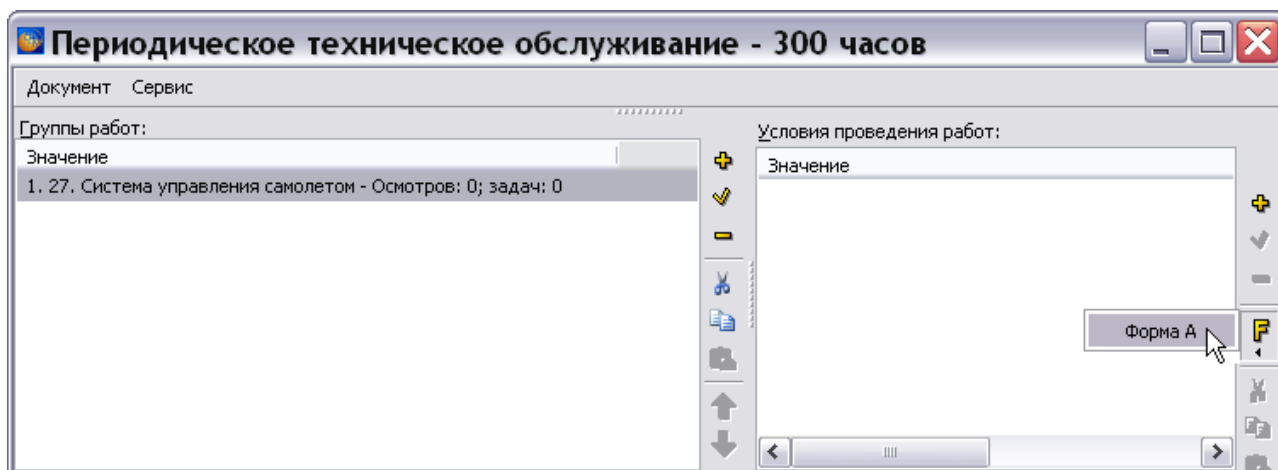

Рис. 9.74
2. Нажмите на кнопку **Формы ТО**  в правой части окна **Условия проведения работ** (Рис. 9.74).